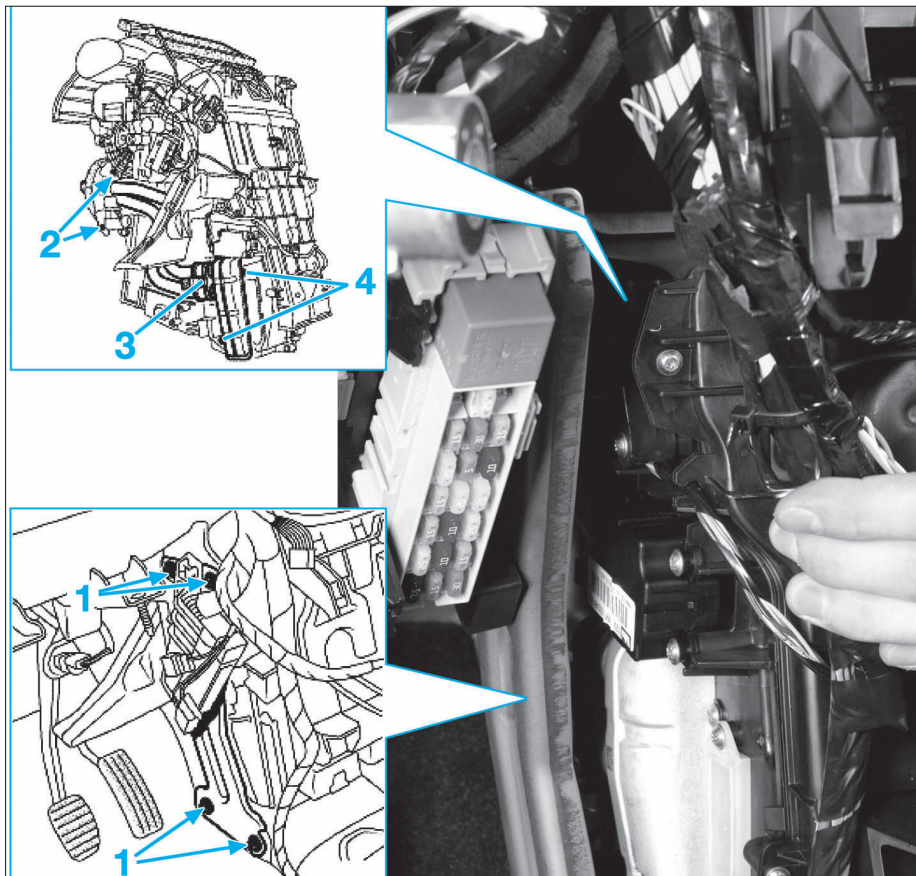
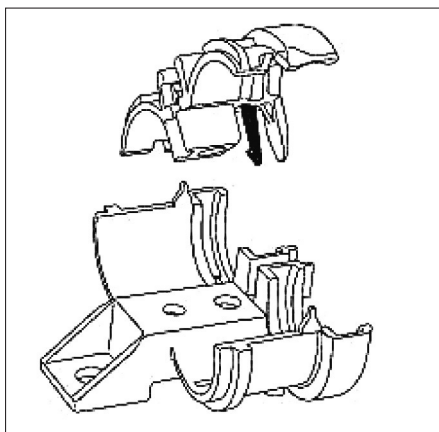

FIG. 8
FIG. 9
- les vis (1) de fixations du renfort central de la traverse de planche de bord et le dégager (Fig.8).
- les vis (2) de fixation de la bride des canalisations du radiateur de chauffage sur le bloc de chauffage.
- la vis (3) de fixation de la bride des canalisations sur le radiateur de chauffage.
- les vis (4) de fixation du radiateur de chauffage.
- Déclipser la bride de maintien des tuyaux sur le radiateur de chauffage (Fig.9).